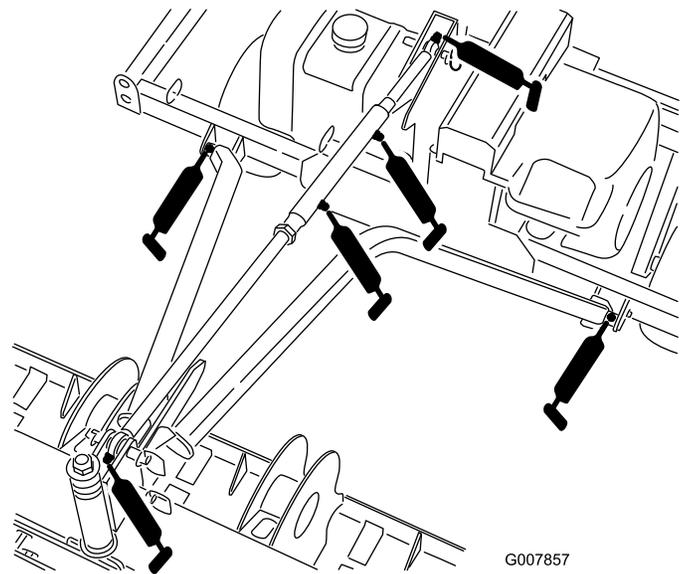

Figura 39
- Bastidor de remolque (2); consulte Figura 39.